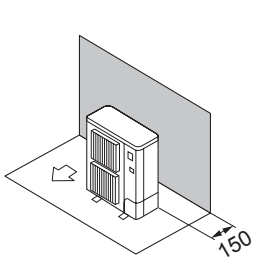

Fig. 2-7
- ① Alleen obstakels aan de achterzijde (Fig. 2-7)